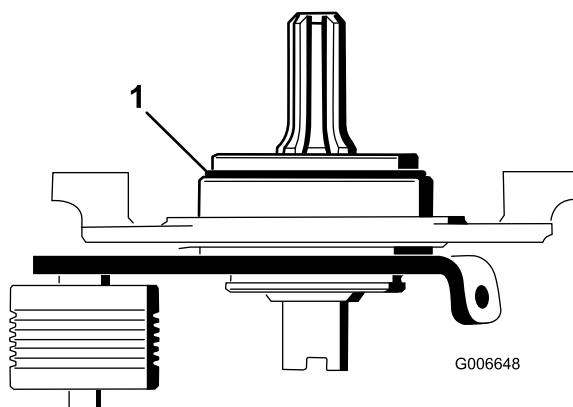

**Figure 22**
19. À l'aide de l'outil pour arbre d' entraînement de cylindre, retirez l'insert cannelé de l'extrémité moteur de cylindre de l'arbre (Figure 22). Utilisez l'outil pour arbre d' entraînement de cylindre réf. TOR4112 sur les modèles 03665 & 03666 et l'outil réf. TOR4074 sur les modèles 03685 & 03686. Éliminez toute la graisse du trou fileté où se trouvait l'insert cannelé.
20. Montez le nouvel insert cannelé (plus long) sur l'arbre de cylindre (Figure 22). Appliquez du Loctite bleu sur les filets de l'insert avant de le monter. Serrez à un couple de 116 à 129 Nm.